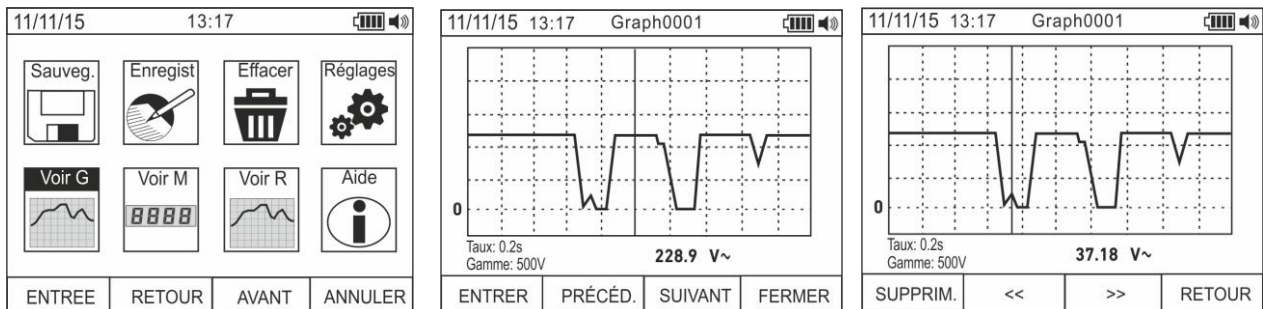

Fig. 18: Chargement des graphiques à l'écran
27. Utiliser les touches **F2** ou **F3** pour sélectionner l'icône « Voir G » et appuyer sur la touche **F1** (voir Fig. 18 – partie gauche)
28. Utiliser les touches **F2 (PREC)** ou **F3 (SUIV)** pour sélectionner le graphique souhaité parmi ceux qui ont été sauvegardés dans la mémoire de l'instrument et appuyer sur la touche **F1 (ENTREE)** pour ouvrir le graphique (voir Fig. 18 – partie centrale)
29. Utiliser les touches **F2 (<<)** ou **F3 (>>)** pour déplacer dans les deux directions le curseur présent à l'intérieur du graphique, en observant la valeur correspondante dans la partie basse de l'écran (voir Fig. 18 – partie droite)